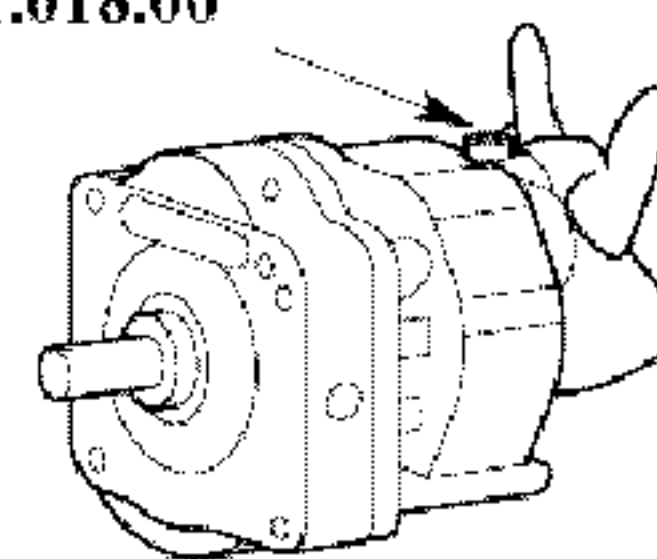

Рисунок 9. Смазка подшипника мотора-редуктора
3. Смазать подшипники: нанести на подшипник 10-12 капель смазки Mobil SHC 624(деталь «Hatco», № 05.01.018.00). См. Рис. 9.